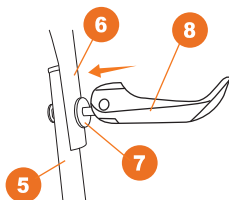

Рис. 4
- Соедините нижнюю часть **5** и среднюю части рукоятки **6** с помощью крепежных клипс, болтов и шайб **7 8** (рис. 4).